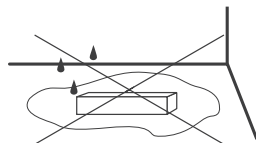

Рис. 2. Максимальная допустимая нагрузка, % от мощности источника
- температура окружающего воздуха от -25 до +50 °С, см. график зависимости максимальной допустимой нагрузки на блок питания от температуры окружающей среды на рис. 2;
- 4.4. Не нагружайте источник питания более чем на 80% от его максимальной мощности. Учитывайте, что с повышением температуры окружающей среды максимальная мощность источника питания снижается, см. график зависимости максимальной допустимой нагрузки на блок питания от температуры окружающей среды на рис. 2.